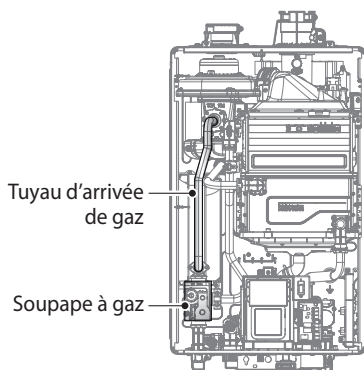

Figure 2. Composants internes
3. Une fois le couvercle avant retiré, placez-le en lieu sûr pour éviter tout dommage accidentel. Lorsque les composants internes sont exposés, repérez le tuyau d'entrée de gaz et la soupape à gaz se trouvant à proximité du côté gauche de l'unité (mis en évidence à la figure 2).